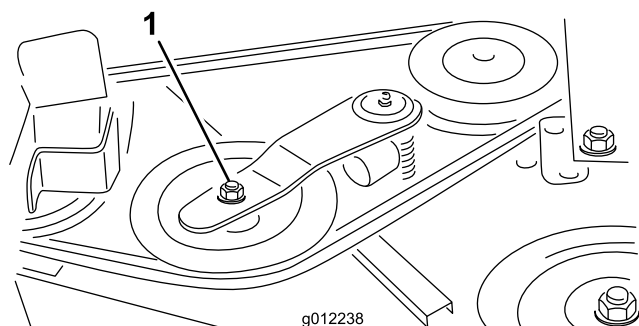
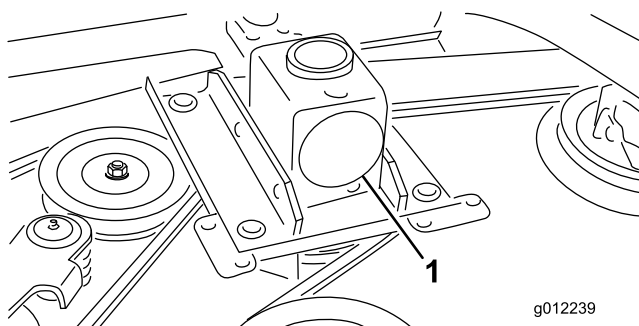

Figura 33
Figura 34
2. Usando una llave dinamométrica u otra herramienta similar, aleje la polea tensora (Figura 33) de la correa de transmisión para aliviar la tensión de la correa y poder retirar la correa de la polea de la caja de engranajes (Figura 34).